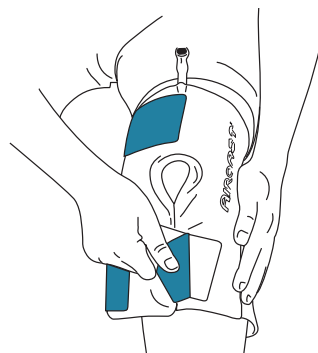

Figura 2
**2. Applicare sempre il manicotto Cryo/Cuff VUOTO (Figura 2)**